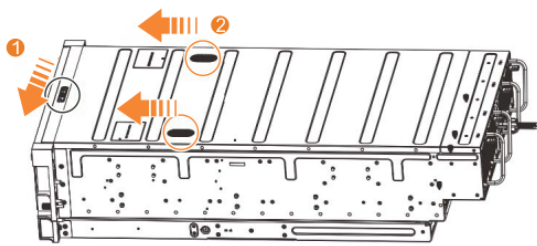

Abbildung 52. Abdeckung des 5U-Erweiterungsgehäuses entriegeln
1. Schieben Sie den Entriegelungshebel (1) in die in Abbildung 52 auf Seite 56 gezeigte Richtung.
2. Schieben Sie die Abdeckung zur Vorderseite des Erweiterungsgehäuses (2, siehe Abbildung 52 auf Seite 56).